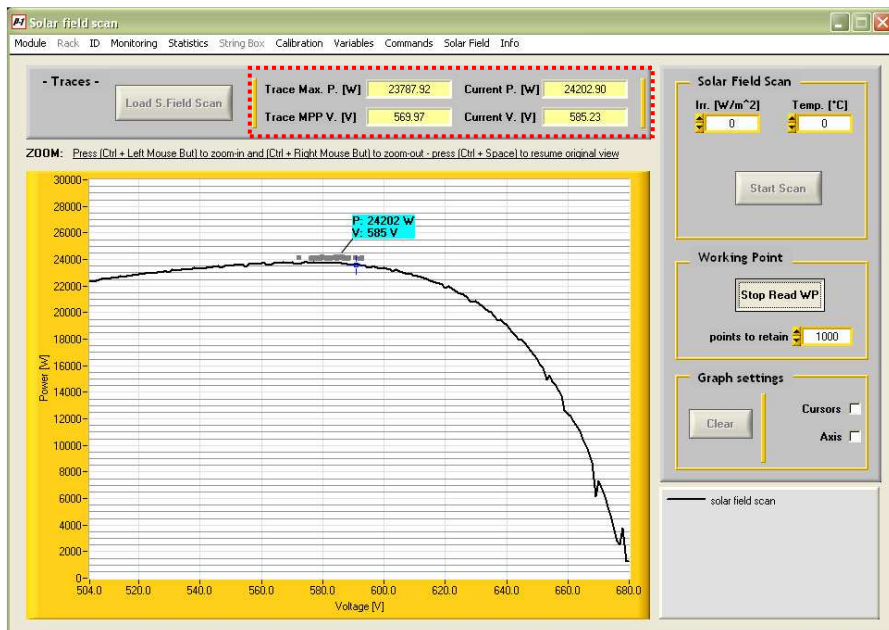

Figura 15-18: Solar Field Scan
- ➔ Scrivere un nome e premere [OK]. Dopo che il file è stato salvato viene mostrata la curva (Figura 15-18).
La pressione del pulsante [Read WP] permette la visualizzazione del punto di lavoro come indicato nell'esempio di Figura 15-18.